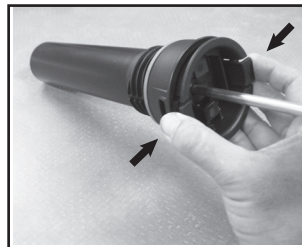

Figura 2
2. Para sacar la tapa de la bomba del cilindro de la bomba, presione las lengüetas en la tapa y separe del cilindro. **(Vea la Figura 2)**